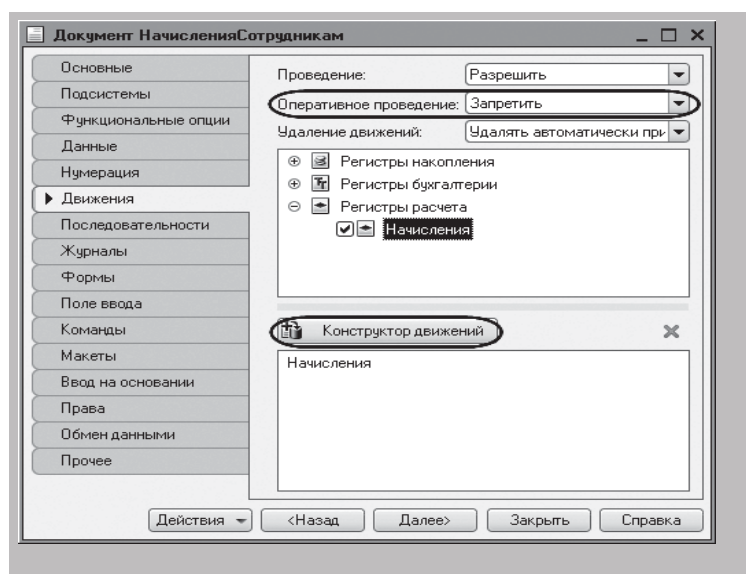

Рисунок 26.5 - Движения документа «Начисление сотрудником»
2.5 На закладке **Движения** запретим оперативное проведение документа. Отметим, что документ будет создавать движения по регистру расчета **Начисления**, и запустим конструктор движений (рисунок 26.5).